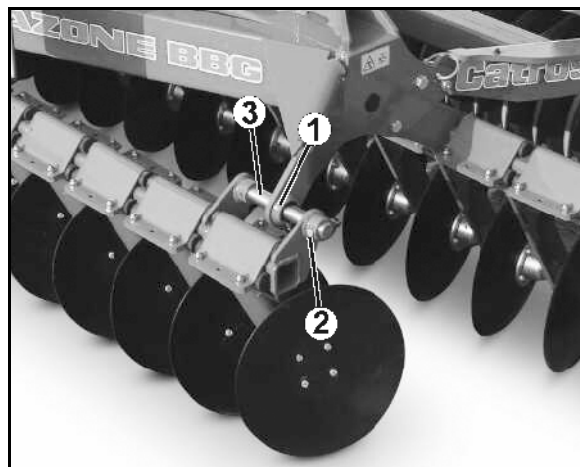

Fig. 39
Pentru schimbarea lagărelor de alunecare (Fig. 39/1), parcați mașina în poziție rabatat-deschis astfel încât lagărele de alunecare să nu fie tensionate.
- 1. Desfaceți îmbinarea filetată (Fig. 39/2) a axului de deplasare (Fig. 39/3).